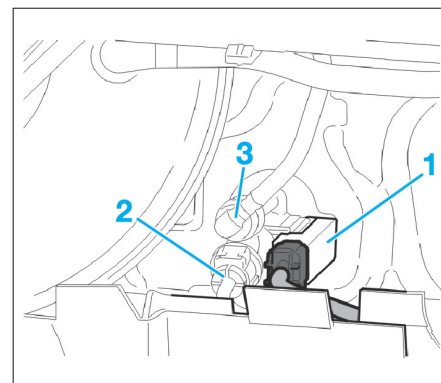

FIG. 15
- Débrancher le capteur de position d'embrayage (1) dans le compartiment moteur contre le tablier (Fig.15) (si équipé).
- Retirer la goupille de verrouillage et dégager le conduit d'embrayage (2).
- Appuyer sur le bouton de verrouillage et tirer doucement le flexible d'alimentation (3).